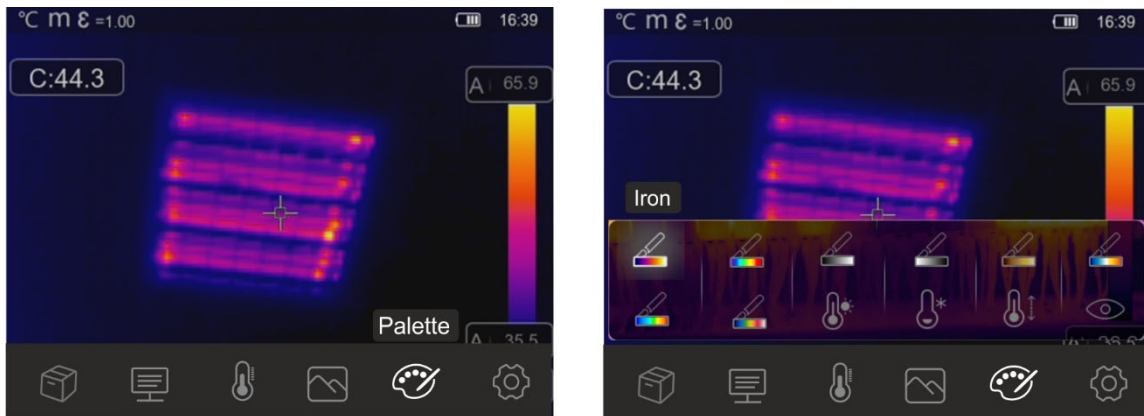

Abb. 39: Auswahl Farbpaletten und Funktionen Isothermen-Linien
2. Berühren Sie das Symbol , um das Menü "Palette" aufzurufen. Die Bildschirmseite in Abb. 39 – rechte Seite erscheint im Display.